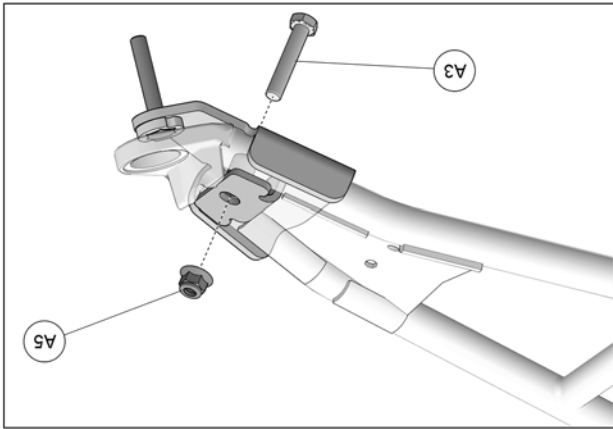

Fig. 19
6. Insérer le boulon M10x55mm (A3) par le dessous de l'ancrage, à travers l'espaceur (A4) et la partie supérieure. Assembler les parties avec l'écrou (A5) fourni. Serrer à un couple de 50 N•m [37 lb•pi]. Voir la Fig. 19